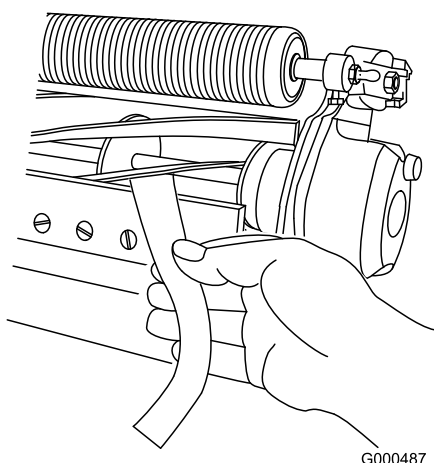

Figura 5
11. Verificate le prestazioni di taglio inserendo una lunga striscia di carta di verifica del taglio (n. cat. Toro 125-5610) tra il cilindro e la controlama, perpendicolarmente alla controlama (Figura 5). Ruotate lentamente il cilindro in avanti; questa operazione dovrebbe tagliare la carta